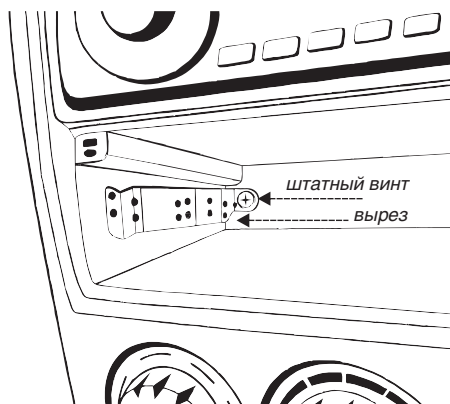

Рис. 3.5
5. Вставьте винты в крепежные отверстия кронштейнов, прикрутите штатными винтами кронштейны, установив их вдоль боковых стенок отсека так, чтобы стороны с фигурными вырезами были направлены вниз. См. рис. 3.5.